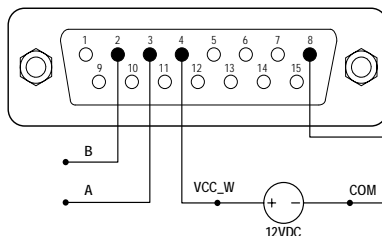

Abbildung 20: RS485 MODBUS-Verkabelung
- 1) Wenn die Stromversorgung ausgeschaltet ist, verdrahten Sie den DB15-Stecker wie in Abbildung 20. Verbinden ihn mit dem DB15-Anschluss auf der Rückseite der Pumpe. Um elektrische Störungen zu vermeiden, wird eine externe Gleichstromquelle empfohlen.